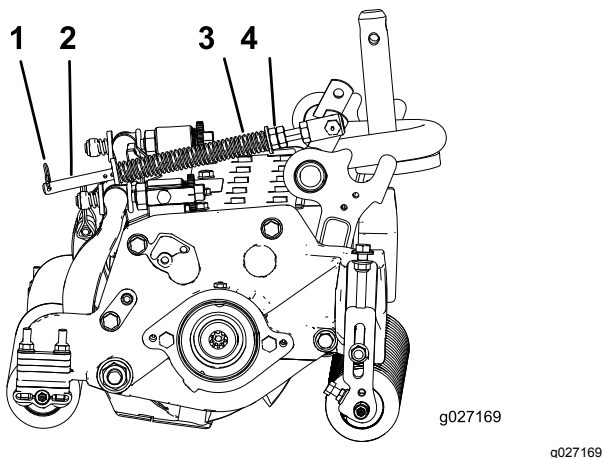

图14
- 确保发卡销安装在弹簧杆的后孔内 图14。
- 拧紧弹簧杆前端的六角螺母直至压缩后的弹簧长度为 12.7cm 请参阅 图14。